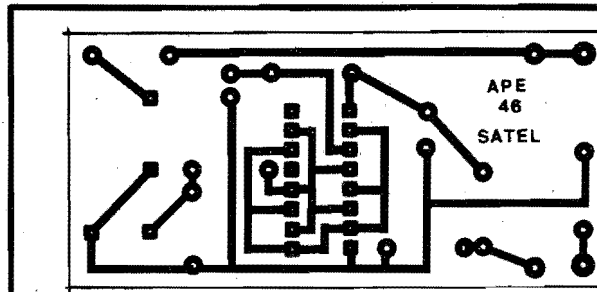

Fig. 2
- FIG. 2 - LAY OUT DO CIRCUITO IMPRESSO ESPECÍFICO - Tão simples quanto o próprio circuito ao qual serve de base, elétrica e mecanicamente fa-